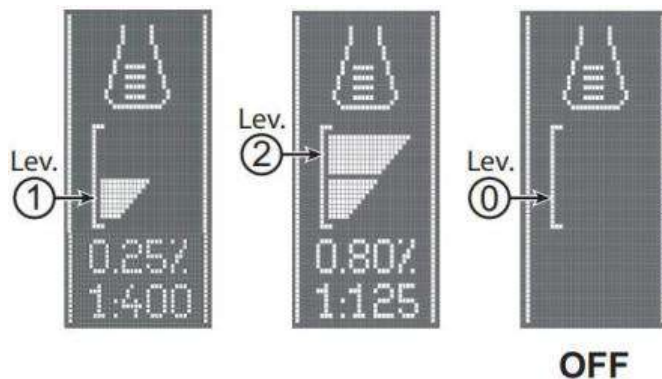

Рис. 6
При работе щетки автоматически запускается система подачи моющего средства в воду. Количество подаваемого в воду средства установлено на уровне 1 (Рис. 6). Для переключения на уровень 2 или сброса на 0 используйте переключатель (58). Текущий уровень концентрации средства в воде отображается на дисплее (60-H).